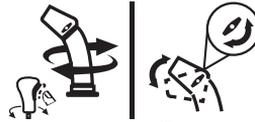

Figure 67
- Pour changer la direction d'éjection de la neige, pressez la gâchette sur la manette et faites pivoter la manette vers la droite ou vers la gauche. Voir Figure 67.